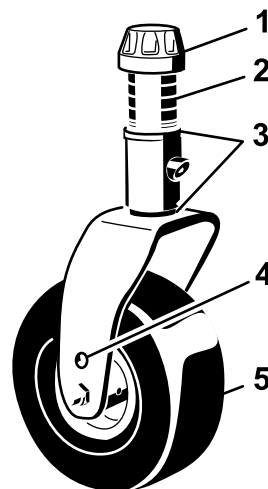

Figura 107
1. Retire el casquillo tensor del eje de la rueda giratoria y deslice el eje fuera del brazo de la rueda giratoria (Figura 107).
Retire el casquillo tensor y la horquilla (Figura 107).